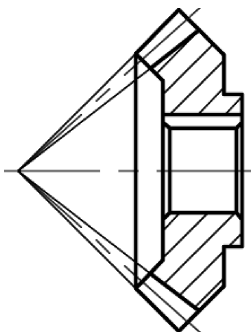

图14-53 图案填充
(12) 图案填充。将“剖面线”层设置为当前图层, 单击“默认”选项卡“绘图”面板中的“图案填充”按钮, 对图形进行图案填充, 结果如图14-53所示。